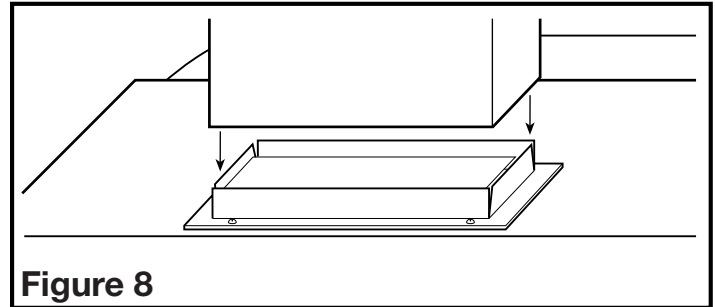

Figure 8
1. Connectez la canalisation au col du conduit de la hotte. Fixez en place avec du ruban adhésif pour sceller tous les joints (Figure 8).